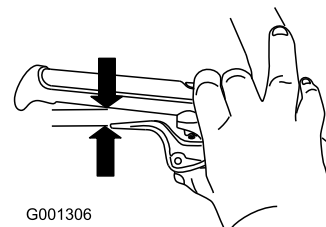

Figure 9
5. Serrez le levier complètement contre le guidon, puis vérifiez l'écartement entre le bas du guidon et l'extrémité du levier de débrayage de roue (Figure 9).